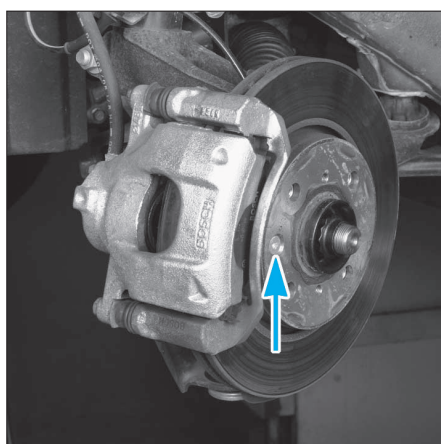

FIG. 5
- Déposer la vis de fixation du disque et le déposer (fig. 5).